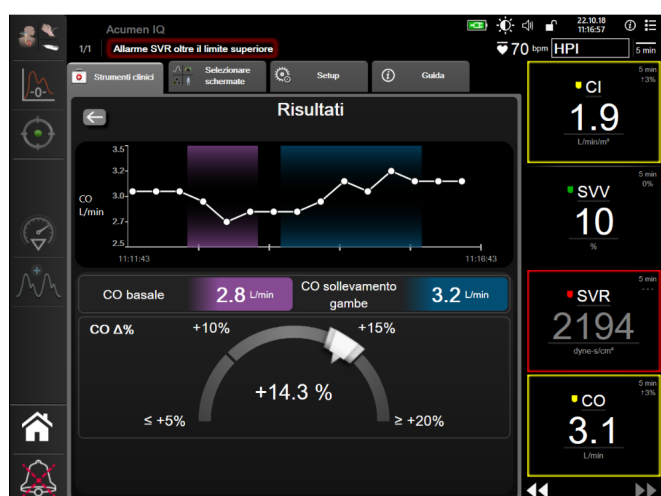

Figura 14-12 Test reattività al fluido – Schermata dei risultati
- Al termine del test, verrà visualizzato il valore del **Parametro** selezionato in risposta al carico volumico. Vedere la figura 14-12. Toccare l'icona di ritorno per avviare un nuovo test, oppure l'icona home per tornare alla schermata di monitoraggio principale.
- 9 Al termine del test, verrà visualizzato il valore del **Parametro** selezionato in risposta al carico volumico. Vedere la figura 14-12. Toccare l'icona di ritorno per avviare un nuovo test oppure l'icona home per tornare alla schermata di monitoraggio principale.